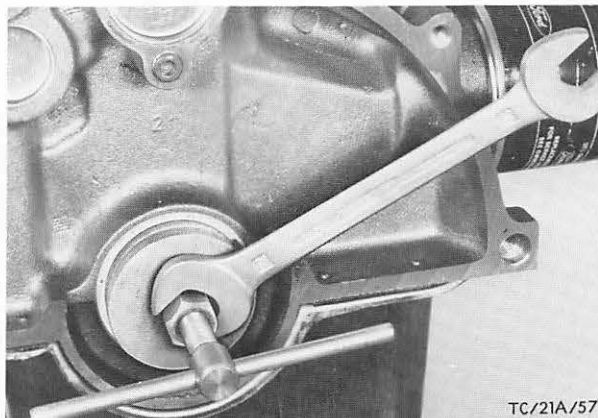

Abb. 297 Radialdichtring mit Spezialwerkzeug GC-6701-A ausbauen
3. Radialdichtring mit Spezialwerkzeug 21-010 bzw. GC-6701-A herausziehen, Abb. 297. Druckspindel des Werkzeuges zunächst ganz zurückschrauben, konischen Gewindeteil fest in den Dichtring schrauben und durch Einschrauben der Druckspindel den Dichtring herausziehen.